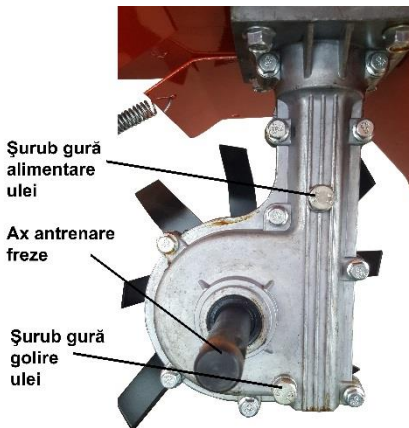

Fig. 3
Se desfilează șurubul de alimentare cu ulei al reductorului (Fig.3) și se alimentează cu ulei de transmisie RURIS G-Tronic, până la nivelul orificiului filetat (aprox. 0,33L). Infiletați apoi șurubul la loc, stergeți și verificați să nu fie scurgeri de ulei.
-Se desfiletează șurubul gurii de golire de la reductor(Fig.3)